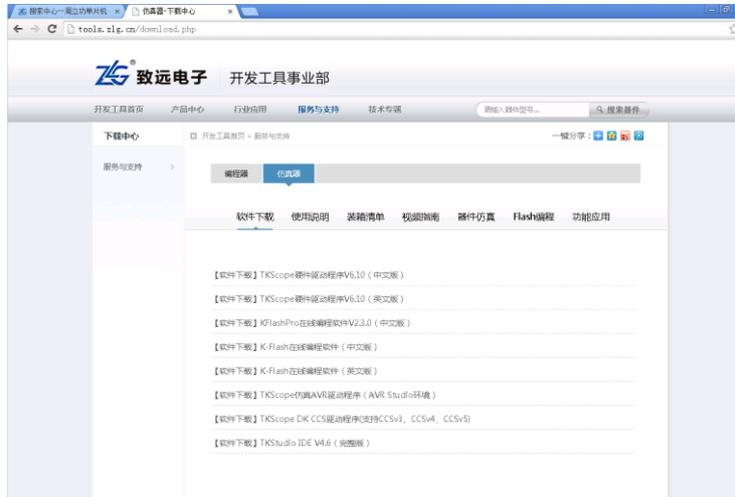
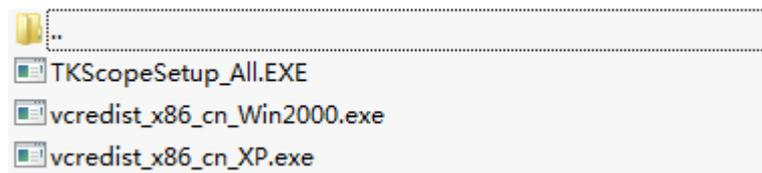
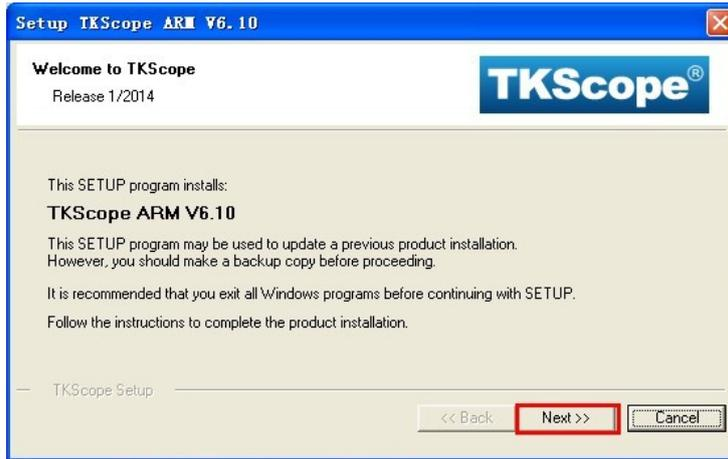
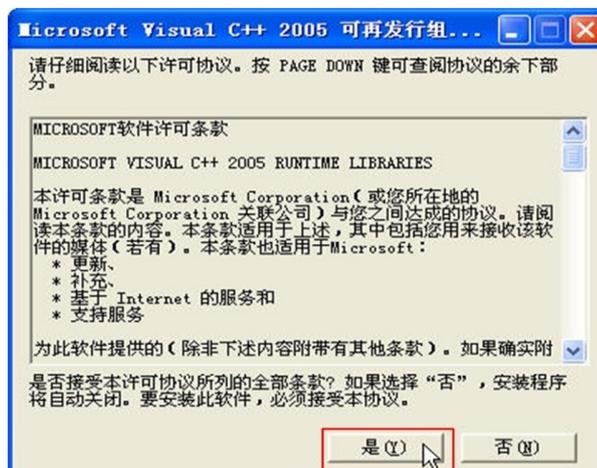

图 1.15 下载 TKScope
图 1.16 TKScope 驱动程序
图 1.17 TKScope ARM 安装向导
图 1.25 VC8 运行库
如果需要使用 CK100/AK100 仿真器，则必须安装 TKScope 仿真器驱动。其最新驱动程序可以从 <http://tools.zlg.cn/download.php> 下载，见图 1.15。
当前，TKScope 的最新版本为 V6.10，点击图 1.15 中的下载链接便可下载到名为 **TKScope_hardware_driver_cn.zip** 的压缩包。解压该压缩包后，得到 **TKScopeSetup_ALL.EXE**、**vcredist_x86_cn_XP.exe** 等几个文件，见图 1.16 所示。
1. 双击图 1.16 中的 **TKScopeSetup_ARM.exe**，系统弹出如图 1.17 所示的对话框，点击【Next】。
1. 双击图 1.16 中的 `vc8redist_x86_cn_XP.exe` (这里以 Windows XP 为例，请选择与您的操作系统对应的版本)，系统弹出如图 1.25 所示的对话框，点击【是(Y)】。